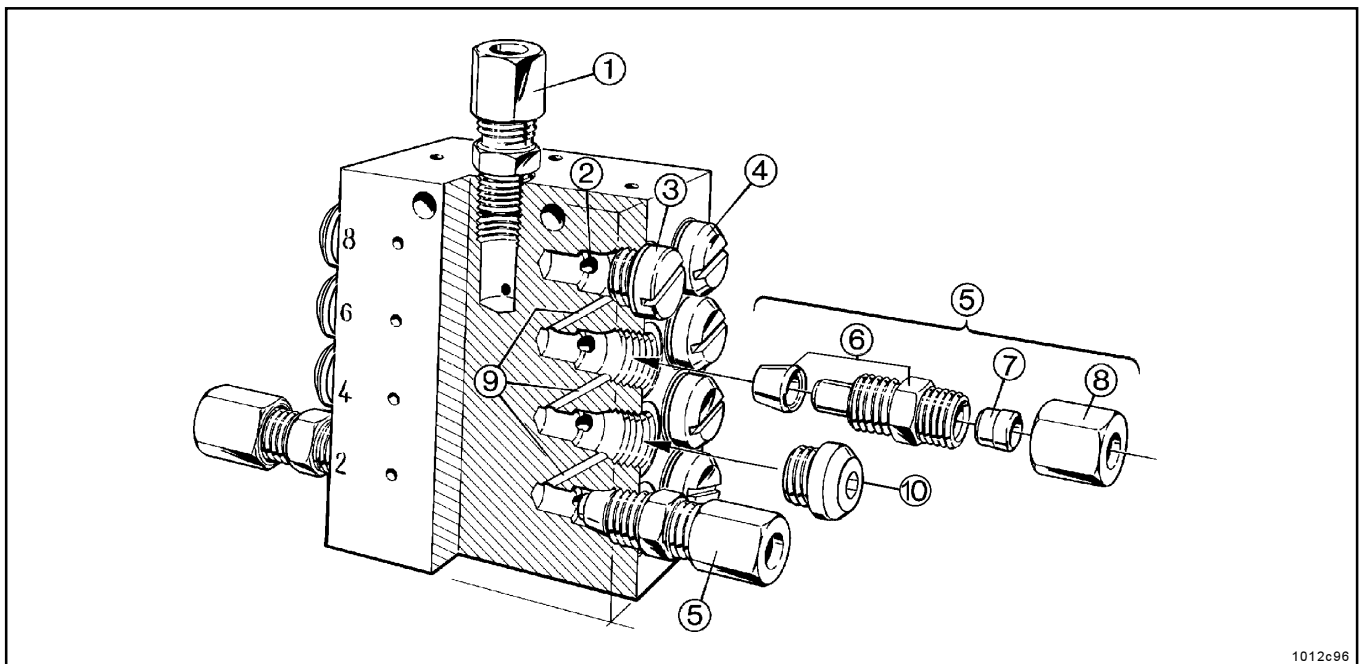

Abb.19: Auslaß - Verschraubungen bzw. Verschlussschrauben entsprechend der Dosierung einbauen
- In jede benötigte Auslaßbohrung eine komplette Auslaß-Verschraubung 5 (M 10 x 1) montieren, siehe Abb. 19, 20, 21.
Wichtig: Ventilkörper (Abb. 19) immer in Verbindung mit dem Klemmring einschrauben
- Der Klemmring (Abb. 19) verschließt die Verbindungskanäle 9 zu den anderen Auslaßkanälen.
Hinweis: Bei den Steckverschraubungen und bei den Ventilkörpern 6 Abb. 19, ist der Klemmring immer fester Bestandteil des Ventilkörpers